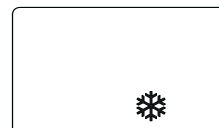

fig. 4.12
Durante il ciclo antigelo sul visualizzatore digitale appare il simbolo ❄ (fig. 4.12).
- **Antigelo sanitario:** la funzione si avvia se la temperatura rilevata dalla sonda sanitaria scende sotto i 5 °C. In questa fase si attiva il circolatore e, se caldaia non in blocco, anche il bruciatore alla minima potenza finché la temperatura dell'acqua di mandata raggiunge i 55 °C. Durante il ciclo antigelo sul visualizzatore digitale appare il simbolo ❄ (fig. 4.12).